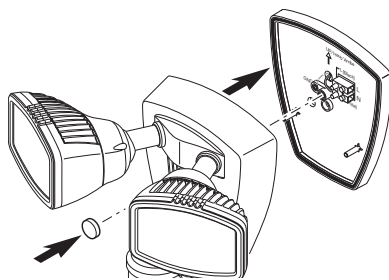

Figure 5
2. Assurez-vous aussi que le joint de caoutchouc est bien placé dans la rainure autour de la plaque 1-2-Éasy ConnectMC (voir la Figure 5).
4. Serrez solidement le boulon de montage, en évitant toutefois de trop le serrer (voir la Figure 5).
5. Enfoncez fermement le bouchon de plastique dans le trou du boulon de montage du luminaire (voir la Figure 5).